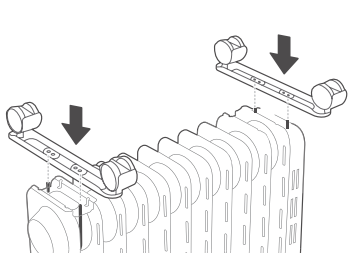

figure 1
2. Comme le montre la figure 1, alignez le trou de montage des roulettes et installez-le sur la vis à l'extrémité de l'aileron du radiateur. L'autre ensemble de roulettes doit être aligner sur les vis au bas du boîtier de commande.